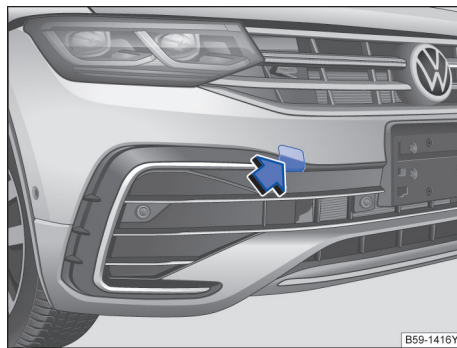

图 218 在保险杠的右前部：拆卸盖板
- 按压盖板的左侧区域→图 218（箭头），松开盖板的卡扣。